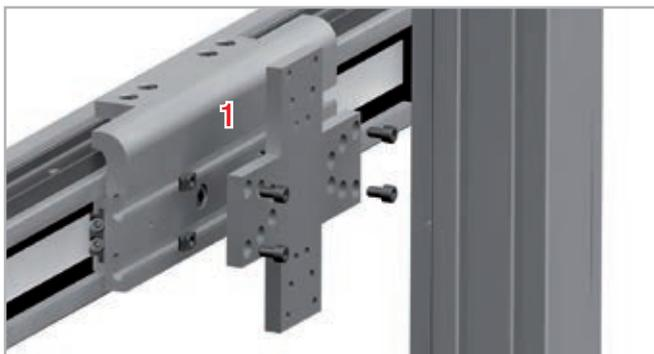

Fig. 96
1. Introducir los tornillos desde el otro lado de la placa de conexión en los orificios preparados (ver fig. 96).